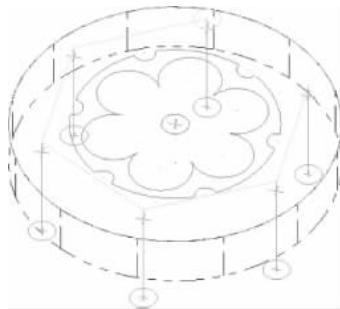

图 5-147 铰孔刀具路径
(12) 单击“确定”按钮，产生的铰孔刀具路径如图 5-147 所示。